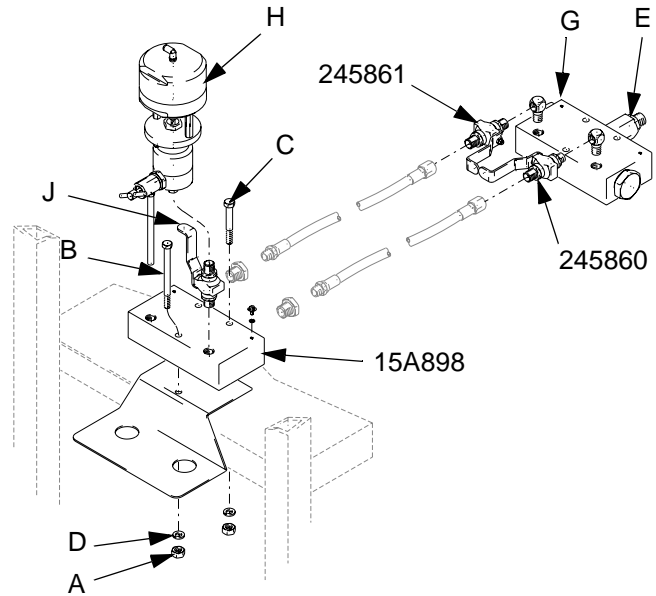

FIG. 3
8. Instale las válvulas dosificadoras (H) y las válvulas de cierre (J) en el colector de dosificación de fluido 15A898. FIG. 3.